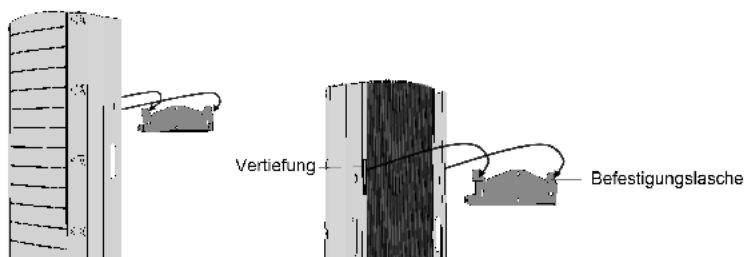

Abbildung 9: Aufhängen des Wechselrichters auf der Halterung
- Stellen Sie sicher, dass sich die flache Kante der Halterung wie in *Abbildung 9* unten befindet.
5. Hängen Sie den Wechselrichter auf die Halterung (siehe *Abbildung 9*): Heben Sie den Wechselrichter seitlich, oder halten Sie ihn unten und oben fest, um das Gerät in die Halterung einzuhängen.
7. Führen Sie die beiden im Lieferumfang enthaltenen Schrauben durch die äußeren Lamellen des Kühlkörpers in beide Seiten des Wechselrichters und in die Halterung ein (siehe *Abbildung 9*). Ziehen Sie die Schrauben mit einem Drehmoment von 4,0 N*m an.